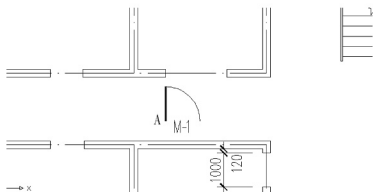

图 3.68 M-1 的位置
(3) 在指定起点:提示下,参照图 3.68,放置门编号“M-1”的位置。
- 图 3.68 中的门编号 M-1 是用【绘图】|【块】|【定义属性】命令定义出的，而不是用【文字】命令写出的。